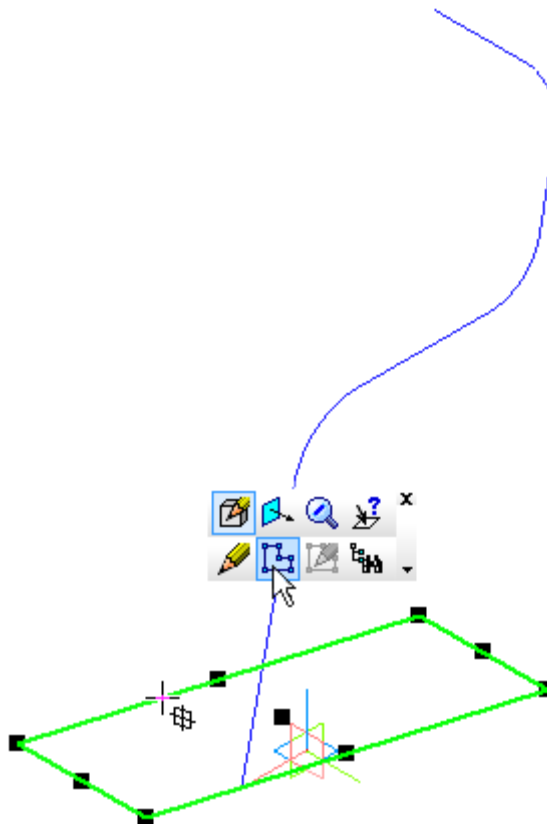

Рисунок 22.
- Укажите созданную плоскость и создайте на ней новый эскиз (рис. 22).